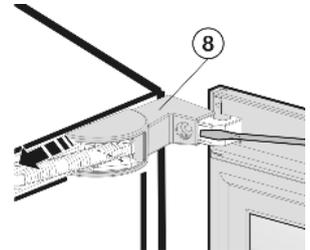

Fig. 5
- ▶ Estrarre sollevando il blocco di supporto Fig. 5 (8) con attenzione usando un cacciavite
- ▶ Piegarlo un po' l'ammortizzatore di chiusura allontanandolo dall'apparecchio e togliere la copertura Fig. 5 (8).
► Inserire nuovamente la copertura del blocco di supporto Fig. 5 (8).